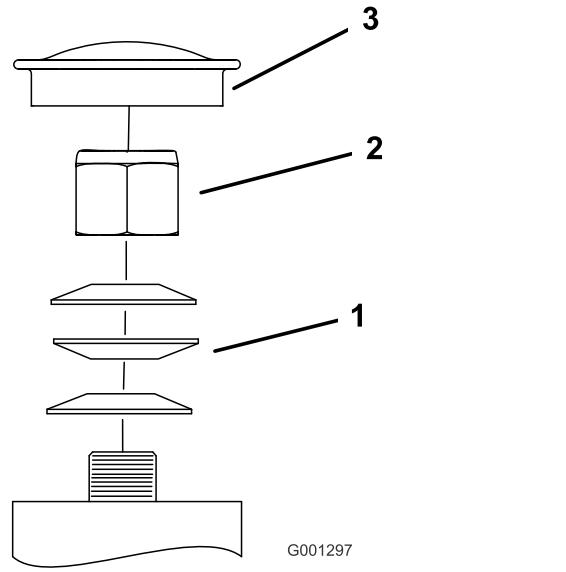

Figure 62
3. Retirez le protège-moyeu de la roue pivotante et serrez le contre-écrou (Figure 62).
4. Continuez de serrer le contre-écrou jusqu'à ce que les rondelles élastiques soient aplatis, puis desserrez-le d'un quart de tour pour obtenir la précharge correcte des roulements (Figure 62).
**Important:** Veillez à placer les rondelles élastiques correctement, comme montré à la Figure 62.
5. Reposez le protège-moyeu (Figure 62).